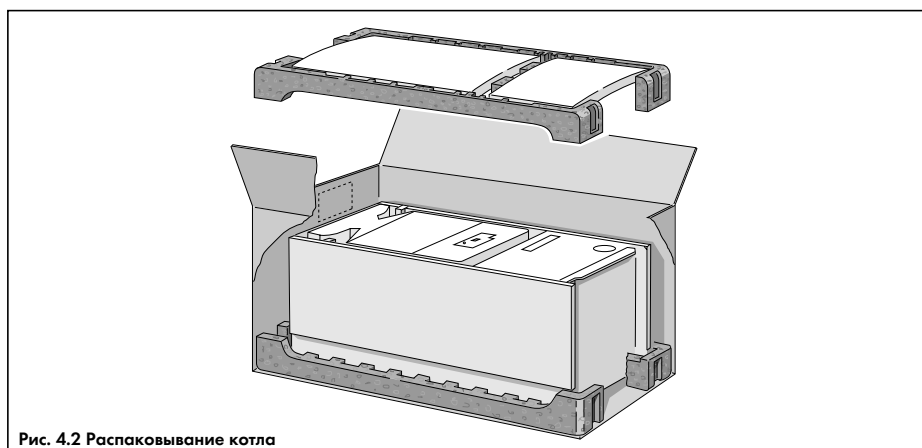

Рис. 4.2 Распаковывание котла
4.2.2 Распаковывание котла (рис. 4.2)